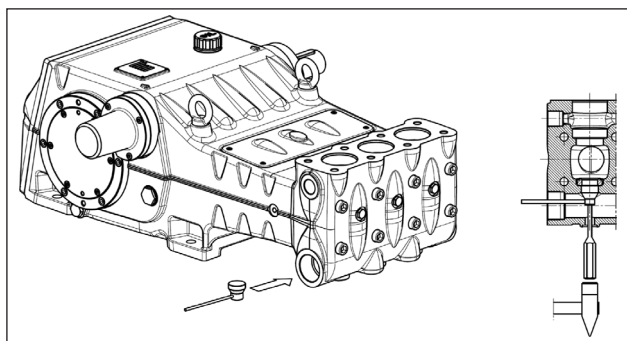

Abb. 113
Sollte der Ausbau der Saugventilgruppe mit großen Schwierigkeiten verbunden sein (z. B. aufgrund von Verkrustungen nach längerem Stillstand der Pumpe), verwenden Sie den Abzieher Art. 27516200 (für LK36-LK40-LK45) oder Art. 27516300 (für LK50-LK55-LK60) (Pos. ①, Abb. 113) und gehen Sie lt. Anweisungen vor.